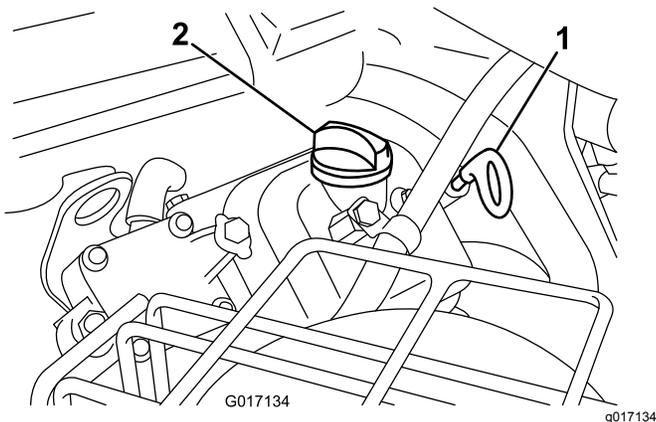

Figure 37
- Remettez la jauge dans le tube et vissez-la dedans (Figure 37).